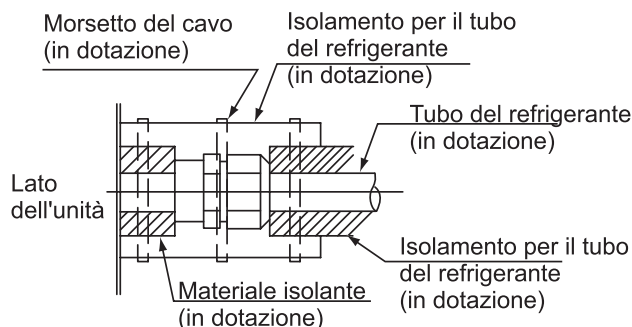

Fig. 5.3 Isolamento sui tubi
- (3) Dopo aver collegato il condotto del refrigerante, sigillare i tubi del refrigerante utilizzando il materiale isolante in dotazione come mostrato nella Fig. 5.3.